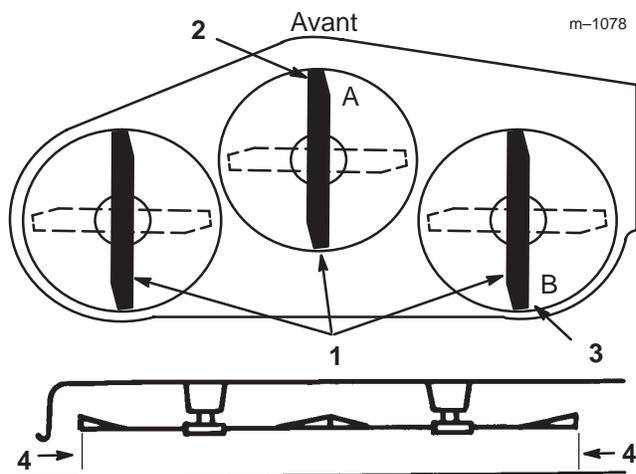

Figure 11
4. Tournez prudemment les lames dans le sens longitudinal (Fig. 11).
5. Mesurez la distance aux points **A** et **B** entre la surface plane et le tranchant des lames (Fig. 11). Les pointes des lames doivent être plus basses d'au moins 9,5 mm à l'avant qu'à l'arrière. Réglez la biellette réglable avant le cas échéant.